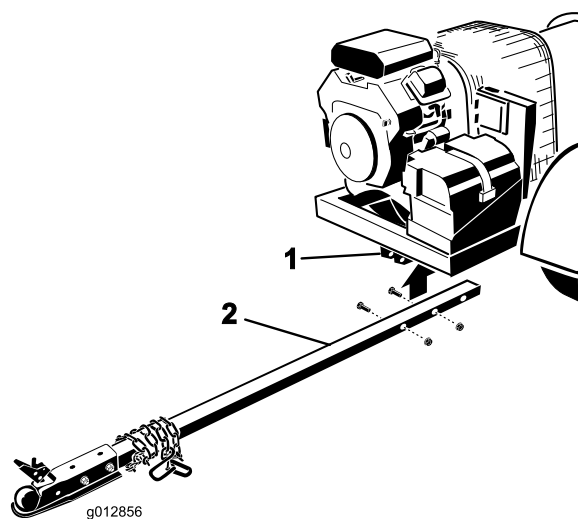

図 9
2. フレーム・ブラケットにヒッチ・チューブに差し込む（図 9）。ボルト (3/8 x 3 in) 2本とフランジ・ナット (3/8 インチ) を使用してヒッチ・チューブをフレームに固定する。